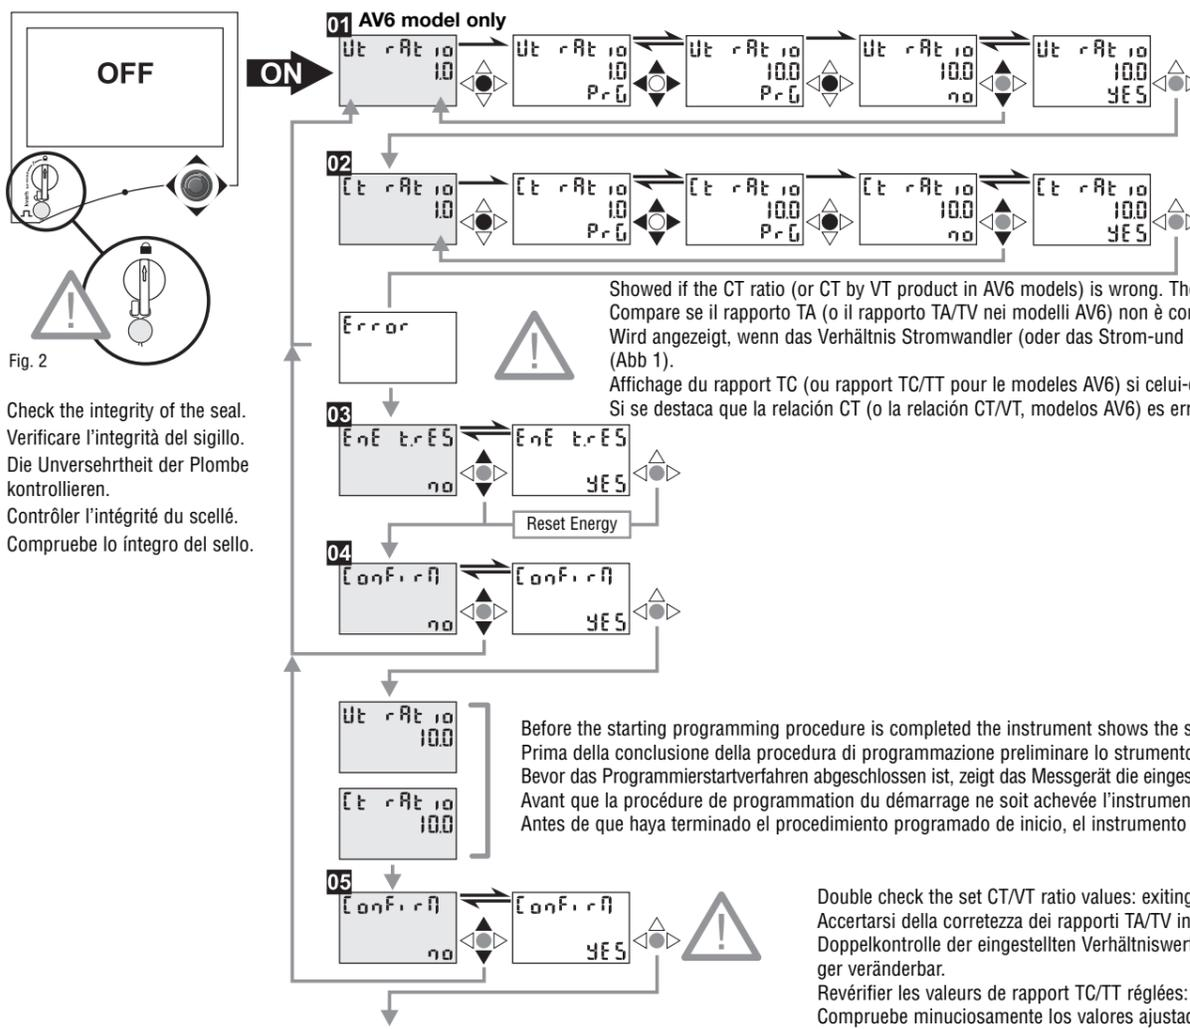

Fig. 2
The certified and sealed instrument needs a preliminary programming of the CT ratio relevant to the plant where the EM26 will be mounted. THIS SPECIFIC PROGRAMMING HAS TO BE DONE ONLY ONCE AT THE FIRST SWITCHING ON OF THE INSTRUMENT. At the end of this first programming procedure the CT/VT ratios can be modified only by the certifying body with a complete restore of the instrument. **BEFORE TO SWITCHING ON THE INSTRUMENT AND PROCEEDING WITH THE "MID STARTING PROCEDURE", CHECK THE INTEGRITY OF THE SEAL AFFIXED BY THE CERTIFICATION BODY** (fig 2).
Lo strumento sigillato e certificato MID richiede come prima programmazione l'impostazione del rapporto TA dell'impianto al quale lo strumento EM26 sarà abbinato. QUESTA PROGRAMMAZIONE SI ESEGUE UNA SOLA VOLTA ALLA PRIMA ACCENSIONE DELLO STRUMENTO. Una volta conclusa questa procedura preliminare il valore TA/TV non sarà più modificabile se non rompendo il sigillo con conseguente ripristino dello strumento dall'ente certificatore preposto. **PRIMA DI ACCENDERE LO STRUMENTO E PROCEDERE CON LA PROGRAMMAZIONE PRELIMINARE MID, VERIFICARE L'INTEGRITÀ DEL SIGILLO APPOSTO DALL'ENTE PREPOSTO** (fig 2).
L'instrument certifié et plombé a besoin d'une programmation préliminaire du rapport TC pertinente à l'équipement où l'EM26 sera monté. CETTE PROGRAMMATION SPÉCIFIQUE DOIT ÊTRE EFFECTUÉE UNE SEULE FOIS LORS DU PREMIER ALLUMAGE DE L'INSTRUMENT. Au terme de cette première procédure de programmation le rapport TC/TT peut être modifié uniquement par l'organisme de certification avec une restauration complète de l'instrument. **AVANT D'ALLUMER L'INSTRUMENT ET DE PROCÉDER À LA "PROCÉDURE DE DÉMARRAGE MID", CONTRÔLER L'INTÉGRITÉ DU SCELLÉ APPOSÉ PAR L'ORGANISME DE CERTIFICATION** (fig 2).
sólo puede ser modificada por la entidad de certificación por medio de una completa reposición del instrumento. **ANTES DE ENCENDER EL INSTRUMENTO Y PROCEDER CON EL "PROCEDIMIENTO DE INICIO MID", COMPRUEBE LO ÍNTEGRO DEL SELLO PEGADO POR LA ENTIDAD DE CERTIFICACIÓN** (fig 2).
**06 SELEctor:** sélection de la page des variables à associer à la position du sélecteur frontal (fig. 2); SELEC. 1 (2, 3, LoC): sélectionnez la position du sélecteur (1, 2, 3 o ); PA.1 (36): sélectionnez le numéro de la page à afficher (de No. 1 à 36 voir Tab. 3). Si la page relative à la position du sélecteur n'est pas disponible pour l'application demandée, l'appareil affiche la première page disponible selon la liste de tableau 3.
**06 SELEctor:** ermöglicht die Auswahl der anzuzeigenden Messgrößenkombination (Seite) gemäß der Knopf-Position (siehe Fig.2); Select. 1 (2,3, LoC): wählt die Knopf-Position (1, 2, 3 od. ); PA.1 (36): wählt die anzuzeigende Seitenzahl (von Nr. 1 bis 31 siehe TAB 3). Ist die Seite bezüglich der aktuellen Position des Knopfes nicht verfügbar wird auf Basis der gewählten Applikation die erste verfügbare Seite gemäß Liste in Tab.3 angezeigt.
**06 SELEctor:** it allows selecting the variables combination (page) to be displayed according to the knob position (see fig.2); SELEC. 1 (2,3, LoC): it selects the knob position (1, 2, 3 o ); PA.1 (36): it selects the page number to be displayed (from No. 1 to 36 see TAB 3). If the page relevant to the current position of the knob is not available for the required application, the instrument will display the first page available according to the list in table 3.